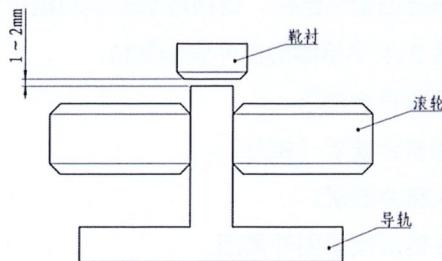

图 5
- 3) 当任一侧靴衬与该侧导轨顶面贴合时，另一侧导轨顶面与另一侧的靴衬的间隙要求为 1mm~2mm，见图 5。当通过调整无法达到上述要求时，则需要更换靴衬。